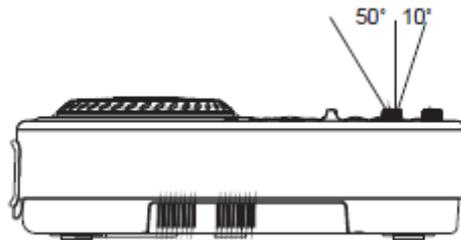

Figure 2
- L'écran LCD est conçu pour être clairement lisible quel que soit l'angle comme indiqué en **figure 2**. Montez l'unité selon les angles spécifiés sur la figure ci-après.